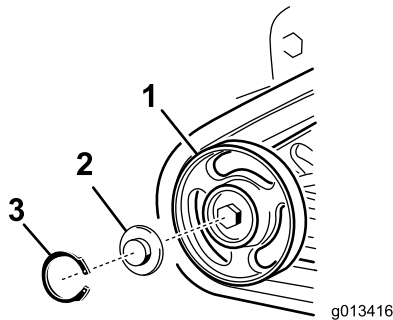

Bild 46
4. Nehmen Sie den Sprengring und die Kappe vom Straßenrad ab (**Bild 46**).
5. Prüfen Sie das Schmiermittel unter der Kappe und um die Dichtung (**Bild 46**). Wenn es schmutzig, körnig oder verbraucht ist, entfernen Sie das gesamte Schmiermittel, wechseln Sie die Dichtung aus und fügen Sie neues Schmiermittel hinzu.
7. Setzen Sie die eingefettete Straßenradkappe auf den Schraubenkopf (**Bild 46**).
8. Befestigen Sie die Straßenradkappe mit dem Sprengring (**Bild 46**).